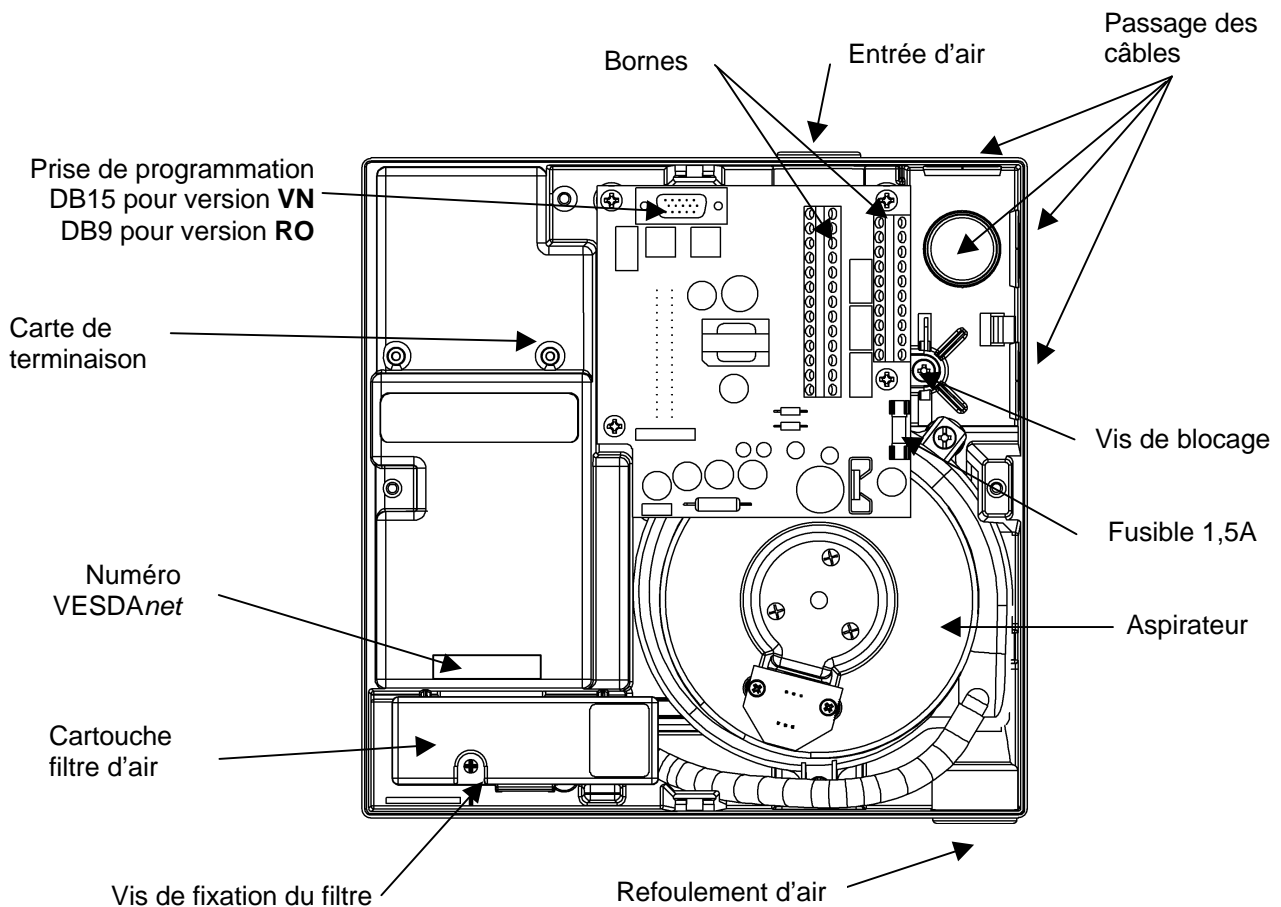

Figure 14 Emplacement de la vis de blocage et les autres composants à l'intérieur du coffret
- Glisser le coffret vers le bas jusqu'à ce qu'il se bloque sur les languettes et visser la vis de protection. Se référer à la Figure 14 pour situer la vis.